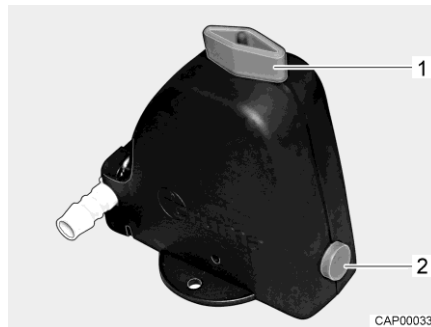
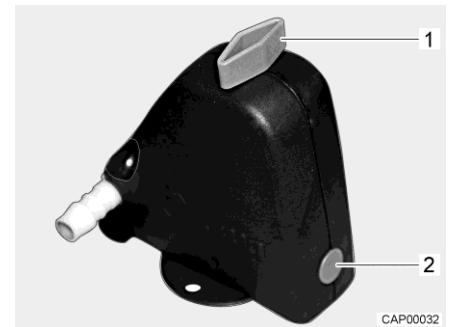

Bild 61 Säkerhets-/avtappningsventil öppen
Bild 62 Säkerhets-/avtappningsventil stängd
- Stäng säkerhets-/avtappningsventilen. Ställ vredet (Bild 61,1) diagonalt mot säkerhets-/avtappningsventilen och tryck in tryckknappen (Bild 61,2). Den stängda säkerhets-/avtappningsventilen visas i Bild 62. Vid temperaturer lägre än 6 °C kan säkerhets-/avtappningsventilen inte stängas.